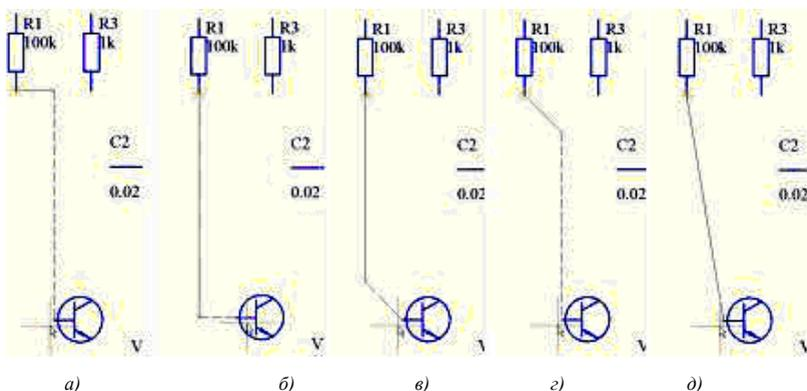

Рис. 4. Различные режимы прорисовки связей
2. После подвода указателя мыши к началу соединения нужно выполнить щелчок левой кнопкой мыши или нажать клавишу *Enter*, сдвинуть указатель мыши и расположить его рядом с концом соединения. От исходной точки идёт сплошная линия, показывающая прокладываемый проводник. Пунктирная линия подсказывает, как будет проходить следующий сегмент проводника (рис. 4, а).
Нажатием клавиши *Spacebar* режим рисования сменяется на изображенный на рис. 4, б. Редактор схем системы *Protel DXP* имеет несколько режимов и подрежимов прорисовки связей. Переключение режимов производится одновременным нажатием клавиш *Shift + Spacebar*, подрежимов – нажатием клавиши *Spacebar*. Информацию о доступных в режиме прорисовки горячих клавишах можно получить, нажав клавишу *F1*. На рис. 4 приведены примеры различных режимов рисования: ортогонального (рис. 4, а, б), под углом 45 градусов (рис. 4, в, г) и под произвольным углом (рис. 4, д).